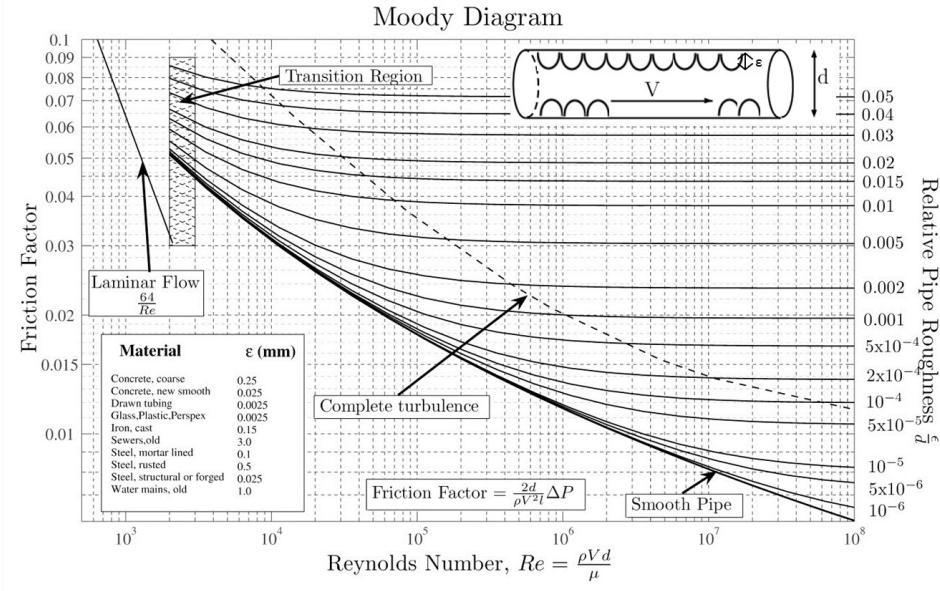

FIGURE 5 – Diagramme de Moody
3. Ci-dessous (Figure 5) est tracé le diagramme de Moody, célèbre ingénieur américain qui a tracé à partir d'expériences l'évolution du coefficient de frottement de Darcy-Weissbach défini par :